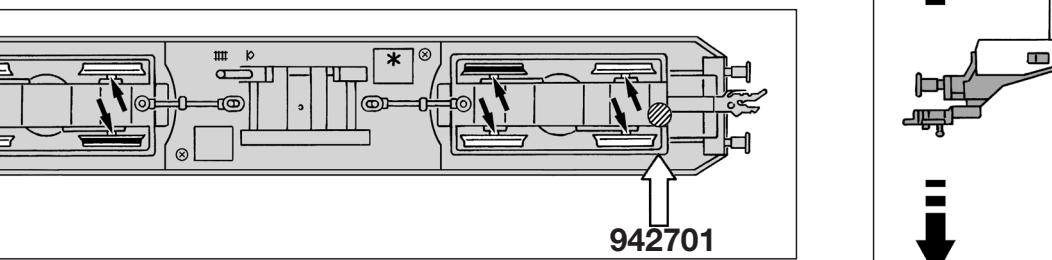

Fig. 5
Lubrification: Les axes ne seront huilés qu'aux endroits repérés (fig. 5).
L'aimant permanent 942701 peut être monté à l'endroit indiqué (fig. 5).
* Cette étoile désigne, le "côté commun" de la version la plus courante de la loco (fig. 5).
Olien: Alleen de assen op de gekenmerkte plaatsen van alle voorzien (fig. 5). Alleen **FLEISCHMANN-olie 6599** gebruiken. Een klein druppeltje per smeerpunt (→) is heus voldoende, anders wordt de zaak te vet. Voor een juiste dosering he spuitja gebruiken dat wordt bijgeleverd in het olieflesjes.
Op de gemerkte plaats kan de schakelmagnet 942701 gemonteerd worden (fig. 5).
*** Dit sterretje betekent dat de loc de "massa-kant" aan de gemeenschappelijke zijde heeft (fig. 5).**
Ölen: Geölt werden die Achsen nur an den gekennzeichneten Stellen (Fig. 5). Nur **FLEISCHMANN-ÖL 6599** verwenden. Nur ein kleiner Tropfen pro Schmierstelle (→), sonst Überölung. Zur Dosierung die in der Verschlusskappe der Ölflasche angebrachte Nadel verwenden.
An der markierten Stelle kann der **Schaltmagnet 942701** befestigt werden (Fig. 5).
* Dieser Stern bezeichnet die masseführende "gemeinsame Seite" der Lok (Fig. 5).
Oiling: The axles should only be lubricated at the points indicated (fig. 5). Only use **FLEISCHMANN-oil 6599**. Only put a tiny drop in each place (→), otherwise it will be overoled. An applicator needle is located in the cap of the oil bottle for your use. Under no circumstances should the motor bearings be oiled! The motor is maintenance free!
The indicated point can be used for locating the **switching magnet 942701** (fig. 5).
* This star indicates the so called "common side" of the loco (fig. 5).